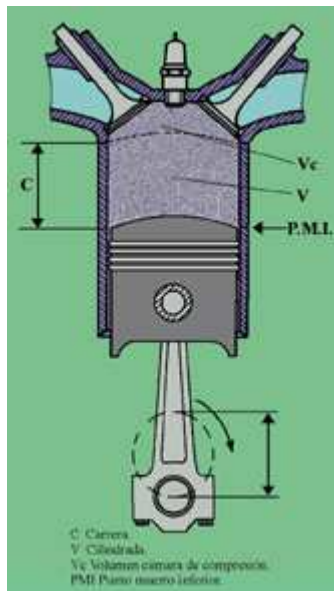

Fig. 28
- **Carrera (fig. 28)**
- **Relación de compresión (fig. 28)**